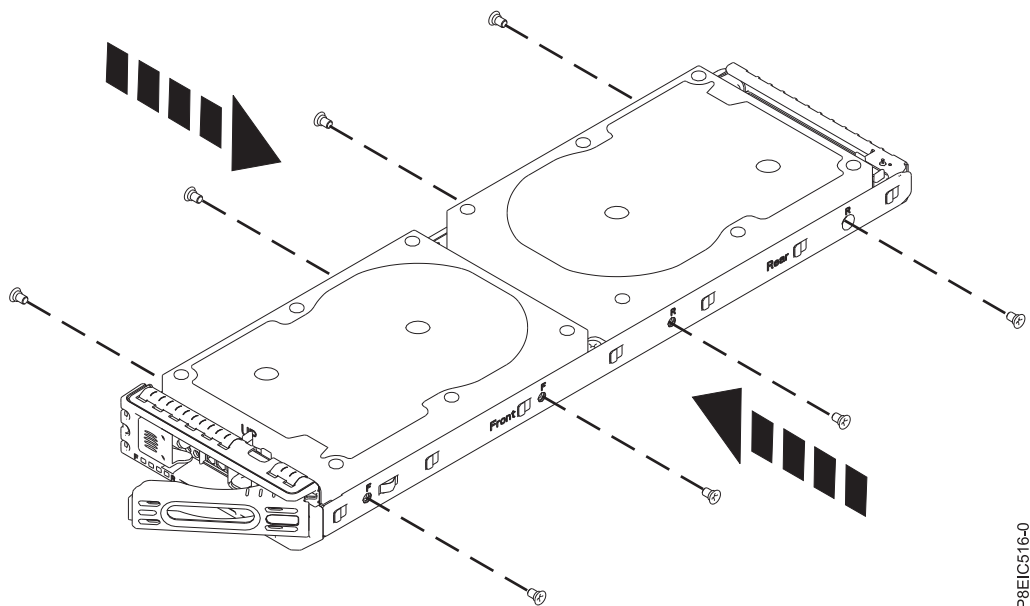

図 15. 3.5 型ドライブのトレイへの固定
- b. 4 本のねじ (各側面に 2 本) を使用して、トレイの側面にドライブを固定します (18 ページの図 15 を参照)。